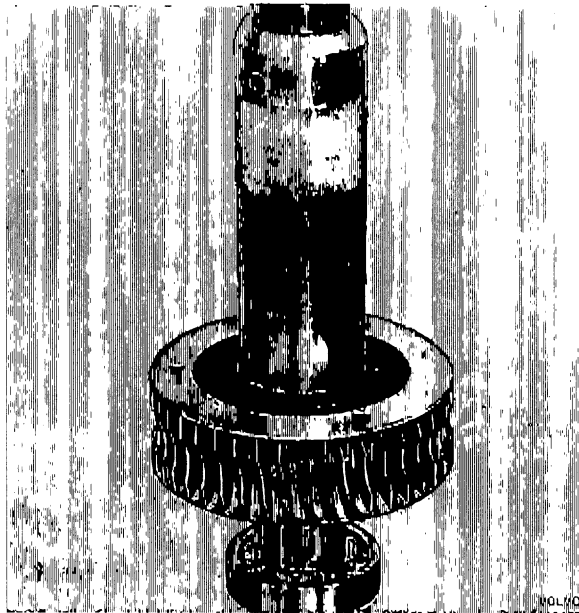

Bild 71. Påpressning av snäckhjul
3. Pressa lagret (26) på axeln för snäckhjulet.
4. Pressa snäckhjulet på axeln med 1647. Bild 71.